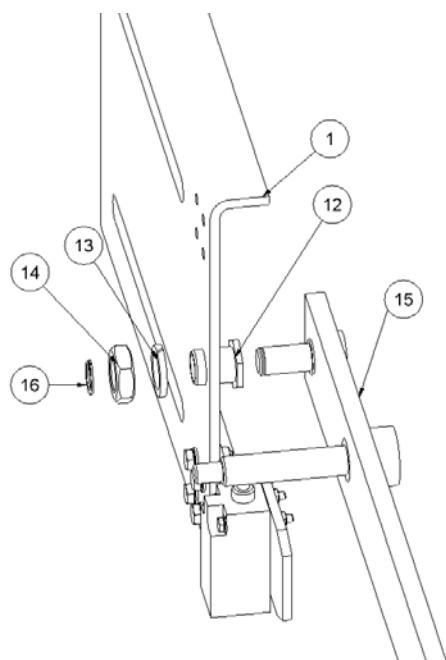

Figure 2
Introduire la douille hexagonale (12) dans le trou de l'arrimage guide (1). La fixer avec une rondelle Grower DIN 127 M18 (13) et un écrou DIN 936 M18 (14). Une fois la douille hexagonale fixée, introduire l'axe de l'ensemble barre porte-poids (15) sur la douille hexagonale, une fois l'axe mis, introduire une rondelle de sécurité DIN 471 D=14 (16) pour empêcher qu'elle ressorte, *Figure 2*